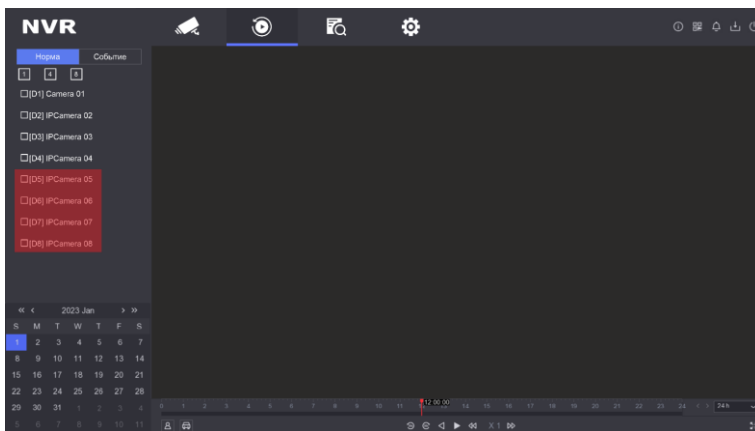

Рисунок 19 – Выбор видеоканала для просмотра
7.15.4 В левой части меню отображаются каналы. Для просмотра сохраненного видеопотока нужно выбрать интересующий канал сделав левый клик мыши в белом квадрате слева от названия канала (рисунок 19).